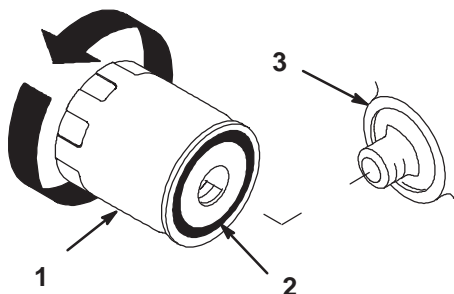

Figure 33
2. Déposez le filtre à huile usagé et essuyez la surface du joint de l'adaptateur (Fig. 33).
4. Appliquez une fine couche d'huile neuve sur le joint en caoutchouc du filtre de rechange (Fig. 33).
5. Posez le filtre à huile de rechange sur l'adaptateur. Tournez le filtre dans le sens horaire jusqu'à ce que le joint en caoutchouc rejoigne l'adaptateur, puis donnez 1/2 tour supplémentaire (Fig. 33).